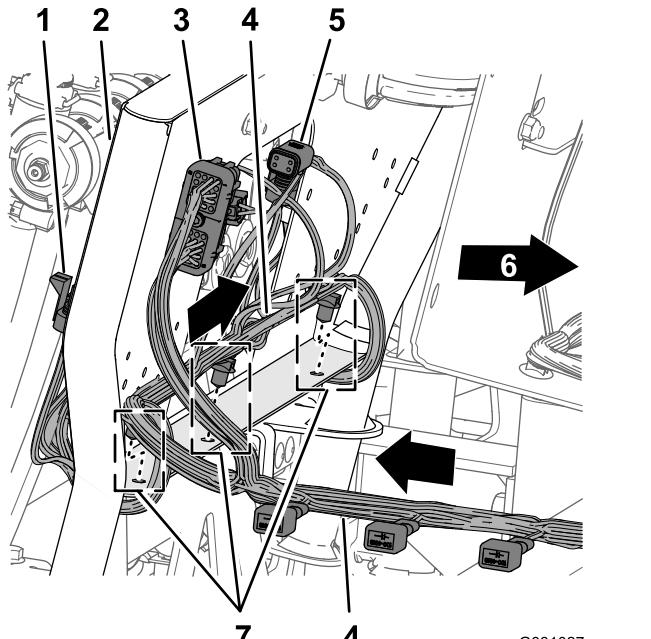

Figura 99
1. Disponete la diramazione da 203 cm del cablaggio preassemblato attraverso la parte posteriore del supporto a 10 valvole con i 10 connettori per le valvole degli ugelli all'indietro e sotto le valvole (Figura 99).
2. Inserite i fermi a pressione della diramazione del cablaggio preassemblato di 203 cm nei fori del tubo nella flangia inferiore del supporto valvola 10 (Figura 99).